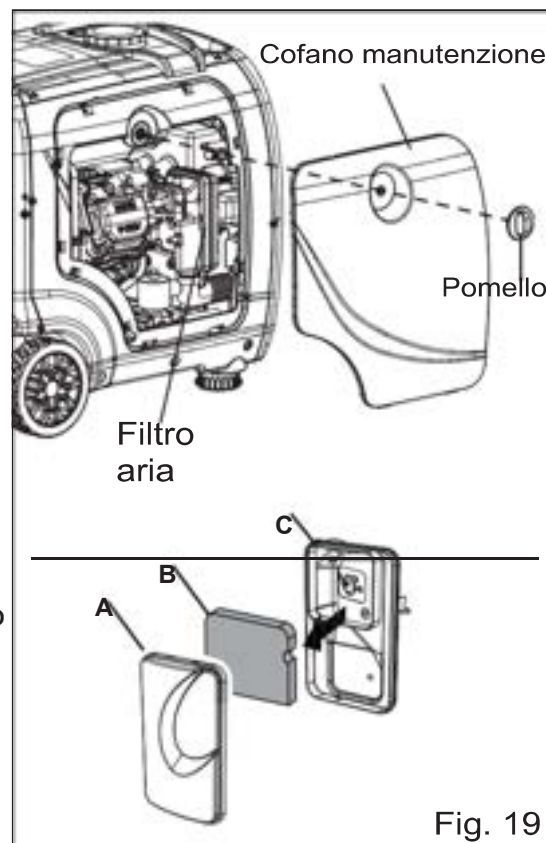

Fig. 19
2. Togliere il coperchio dal filtro dell'aria (Fig. 19). Rimuovere l'elemento del filtro dell'aria spugnoso dall'alloggiamento. Pulire l'olio in eccesso e lo sporco dall'interno della scatola del filtro dell'aria.
1. Svitare la manopola del coperchio di manutenzione e rimuovere il coperchio dal pannello laterale (Fig. 19).